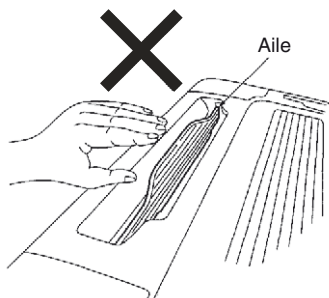

Fig. 7-2
- **Ne pas toucher le volet ni lui appliquer de force. (Fig. 7-2) (Ceci peut entraîner un mauvais fonctionnement du volet).**